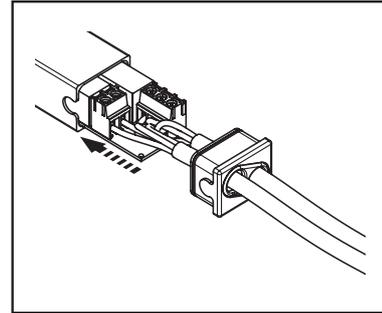

Abb.6 Anschluss der Drähte an die Klemmen
7. Schieben Sie die Platine in den Gehäuse und achten Sie darauf, dass die abisolierte Länge des Kabels vollständig im Gehäuse liegt (Abb. 6).